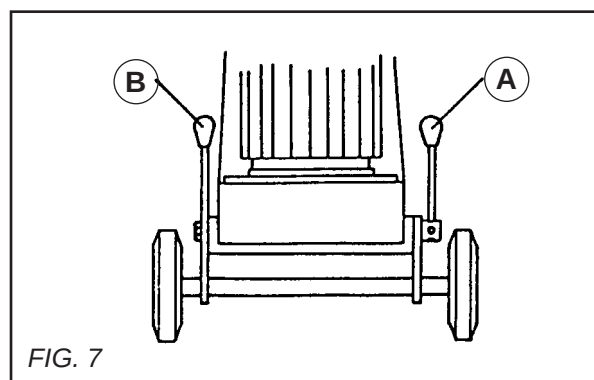

FIG. 7
Posição obtida desapertando a alavanca (A) e trazendo para a frente a alavanca (B) (VER FIG. 7).